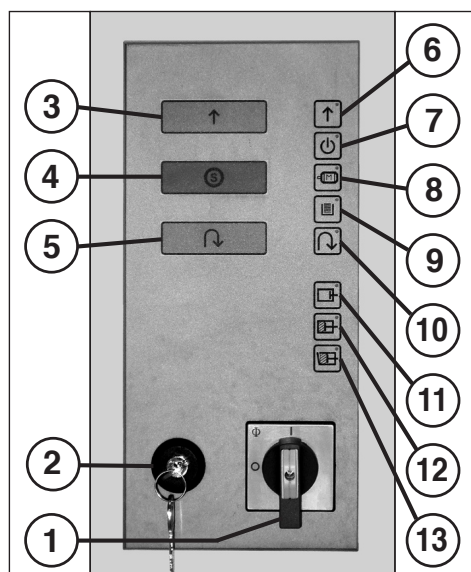

Fig. 5
2. Sbloccare l'interruttore di bloccaggio (2) e azionare il pulsante „Funzionamento in avanti della taglierina“ (3) (fig. 5).
ELEMENTI DI COMANDO (fig. 5, 6):
1 = Interruttore principale (arresto d'emergenza) (fig. 5)
2 = Interruttore di bloccaggio (fig. 5)